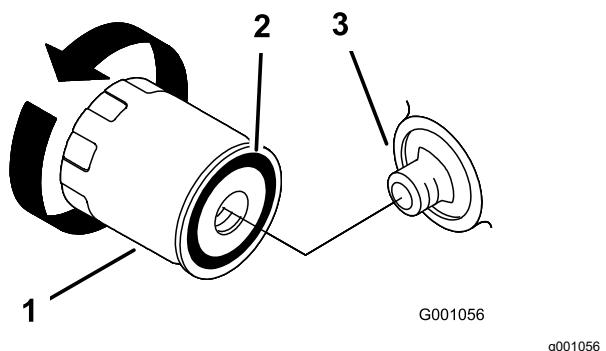

Figure 26
2. Déposez le filtre à huile usagé et essuyez la surface du joint (Figure 26)
3. Appliquez une fine couche d'huile neuve sur le joint en caoutchouc du filtre de rechange (Figure 26).
4. Posez le filtre à huile de rechange sur l'adaptateur, tournez le filtre dans le sens horaire jusqu'à ce que le joint en caoutchouc touche l'adaptateur, puis serrez le filtre de 2/3 de tour à 1 tour supplémentaire (Figure 26).